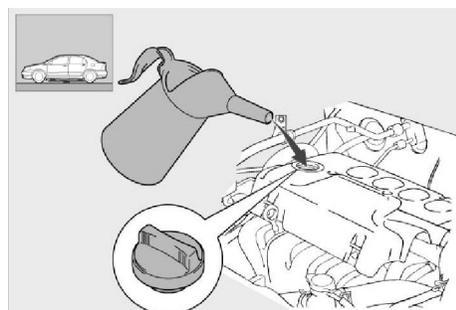

图 1-12 加注发动机机油
- ⑥加注发动机机油（如图 1-12 所示）
(3) 发动机启动前的准备工作